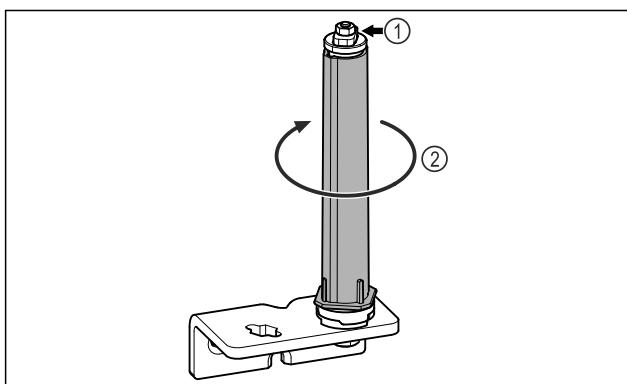

Fig. 28
- Ne rastavljajte sustav zatvaranja vrata Fig. 28 (1).
- Okrećite sustav zatvaranja Fig. 28 (2) dok ne klikne.